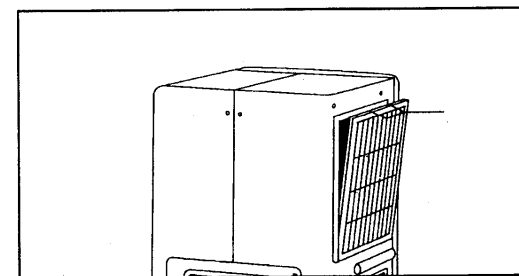

Рис. 9
- Откройте крышку воздушного фильтра с левой стороны кондиционера (рис. 9).